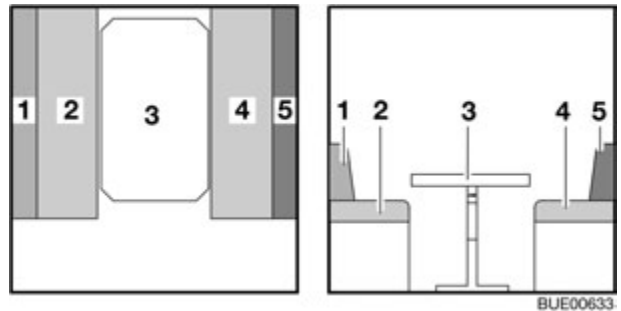

Fig. 101 Antes de la transformación
- Transformar la mesa (Fig. 101,3) en base de cama (véase apartado 7.7).